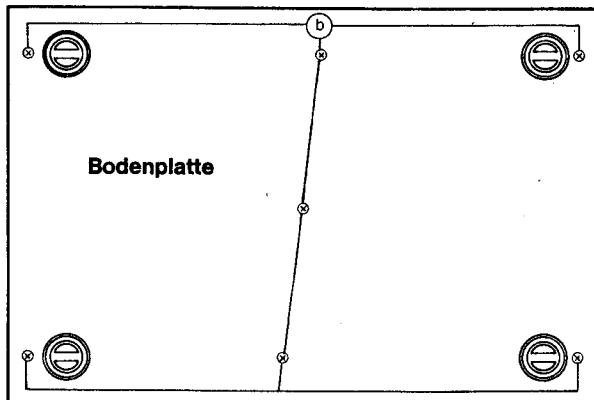

Abb. 2
1. Die sieben Schrauben **(b)** in Abb. 2 herausschrauben. Chassis von der Bodenplatte heben.